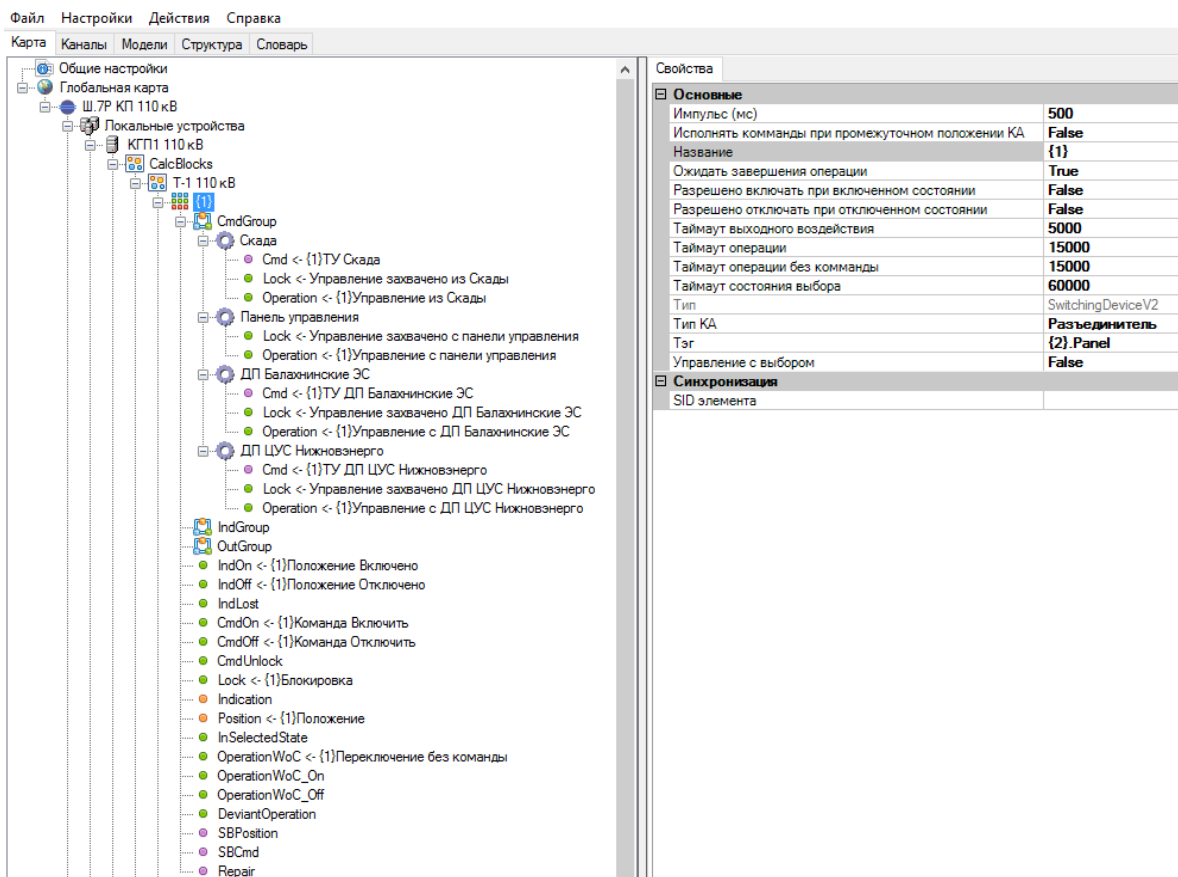

Рисунок 401. Шаблон КА
- создать коммутационный аппарат, задать его параметры и осуществить привязку переменных (см. Рисунок 401);